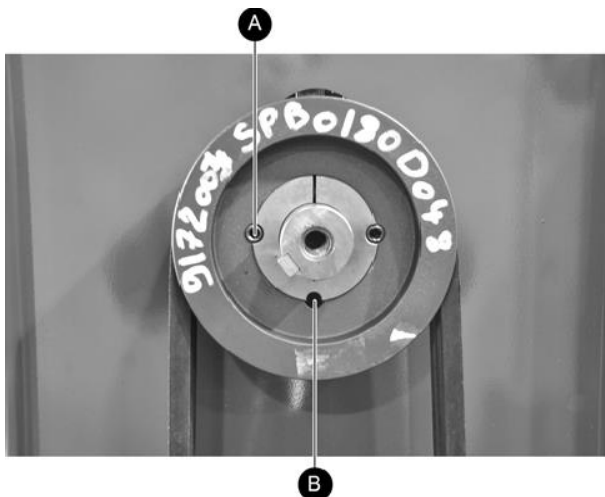

Figure 55 Réglage de la tension des courroies.
- Si l'alignement n'est pas optimal, desserrer une des vis (Figure 55, A) du moyeu de la poulie concernée, revisser cette vis dans le trou libre (Figure 55, B). Cette action permettra de décoller la poulie du moyeu. Ajuster l'alignement avant de repositionner la vis (Figure 55, B) dans son alésage d'origine (Figure 55, A) et serrer.